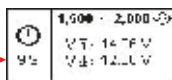
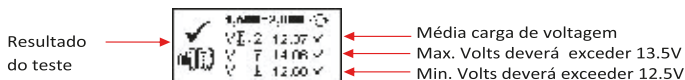

Fig.46
Fig. 47
9. Premir  tecla para continuar e o displayx mostrará (ver Fig.46).
10. Acelere o motor em torno das 2.000 RPM e deve aguardar, o temporizador no visor (Fig.46) fará a contagem regressiva de 10s para 0s. Assim que chega a zero segundo, os resultados serão exibido automaticamente como por exemplo mostrado abaixo (Fig.47).
12. 12. continue do teste anterior (ou Fig. 47, 48 e 49): o visor automaticamente ligado para [teste de diodo Ripple] como mostrado em Fig. 50 abaixo depois de 5 segundos.